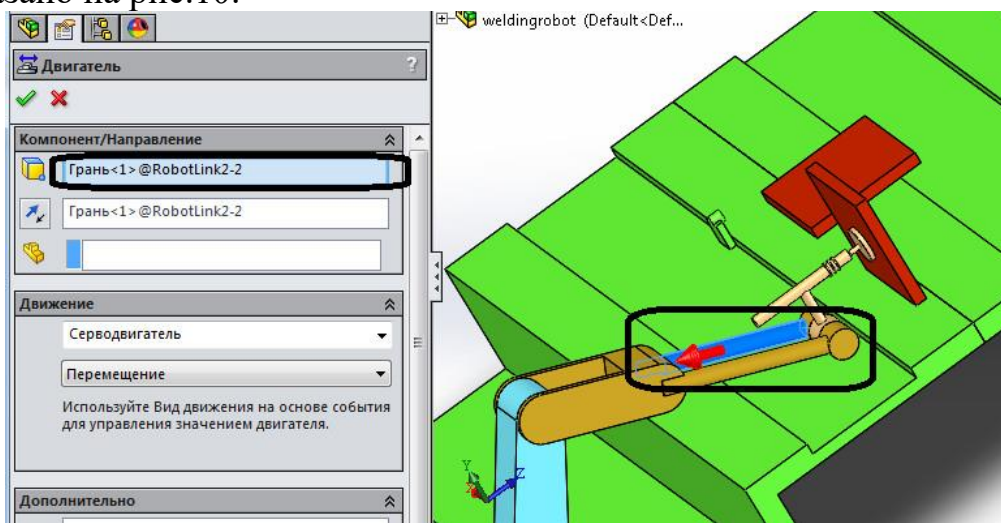

Рис. 10. Створення четвертого серводвигуна
4.5.2. Встановити місце розташування та параметри руху серводвигуна як показано на рис.10.